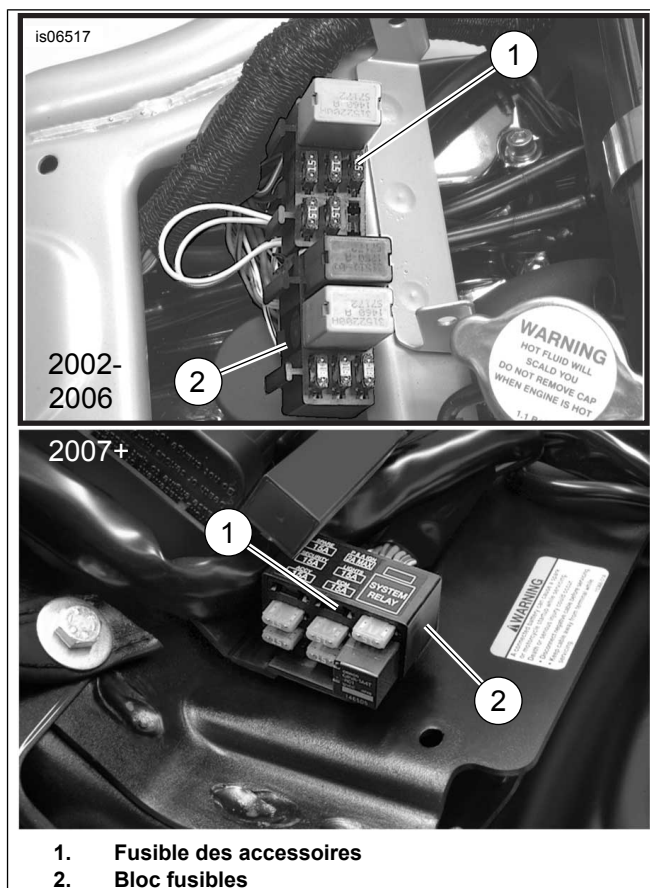

Figure 15. Emplacements des fusibles des accessoires (modèles V-Rod)
- Voir Figure 15. Couper avec soin pour l'ouvrir une partie de la gaine du faisceau principal près du bloc fusibles (2) en un point accessible et couper le fil orange/blanc du faisceau principal conduisant à la cavité de fusible (1) marquée :